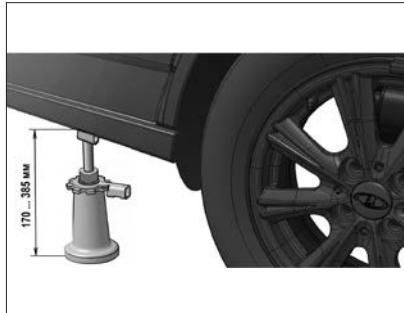

Рис. 83. Замена колеса
- установите домкрат (рис. 83) в ближайшее к заменяемому колесу обозначенное место, затем зайдите домкрат под автомобиль в горизонтальном положении, подведите опорную площадку держателем